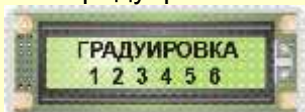

Рис. 1.1.5. Вид общего меню режима «Градуировка» на ЖКИ БУК
Ввести с клавиатуры период измерения 10с, подтвердить введенное значение времени нажатием кнопки «ВВОД» – влагомер перейдет в общее меню режима «Градуировка» (см. рис. 1.1.5);
- нажать кнопку «ГРАД.», ввести пароль «16729», на ЖКИ БУК после ввода пароля открывается общее меню режима «Градуировка» (см. рис. 1.1.5);
- аналогичным образом ввести остальные коэффициенты, после ввода численного значения последнего коэффициента и подтверждения его кнопкой «Ввод» влагомер переходит в общее меню режима «Градуировка» (вид ЖКИ приведен на рис. 1.1.5).
- при помощи цифровых кнопок клавиатуры ввести первое слагаемое «+00.000», нажать «Ввод», второе слагаемое «+01.000*W», нажать «Ввод», влагомер перейдет в общее меню режима «Градуировка» (вид ЖКИ приведен на рис. 1.1.5);